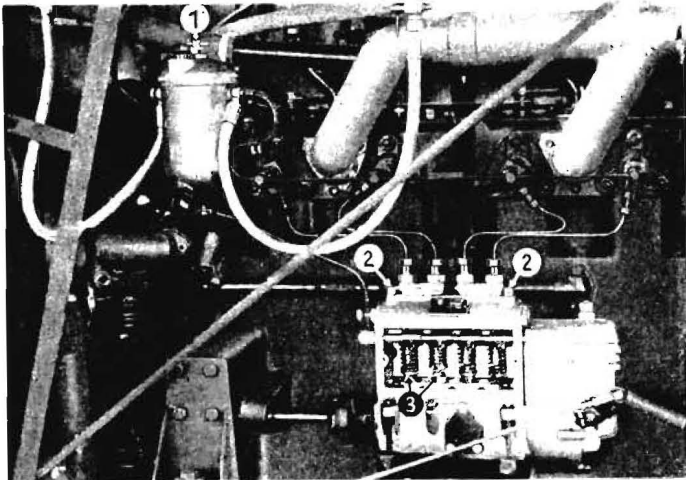

Bild 20 Entlüften der Einspritzanlage
5.82 Entlüften der Einspritzpumpe (Bild 20)